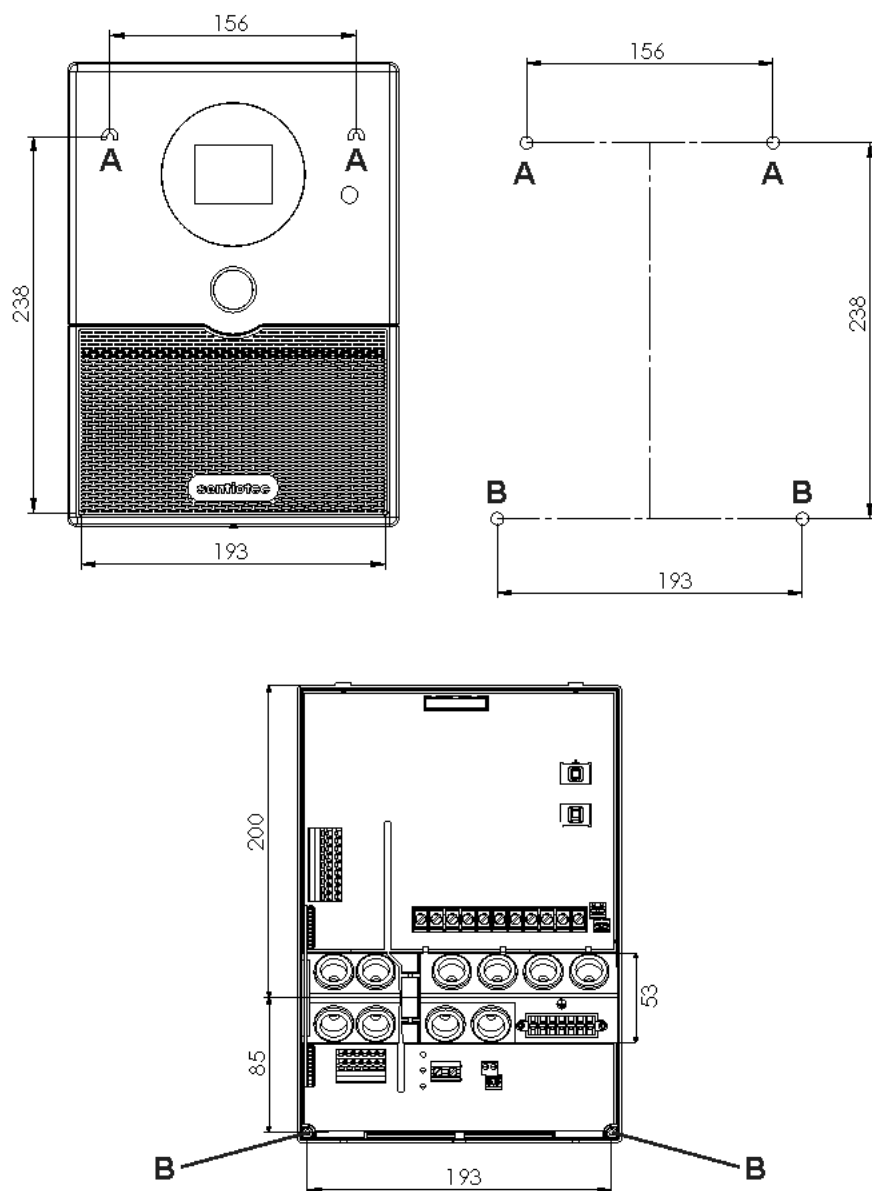

**Bild 1** Position på upphängningsanordningen och monteringshål
1. Skruva in två skruvar för spånplattor (3 x 25 mm) på ca 1,70 m höjd i bastuväggen tills 7 mm sticker ut. De båda skruvarna måste sitta 156 mm från varandra (se **Bild 1**).
4. Häng upp bastustyrenheten i upphängningsanordningen **A** på de inskruvade skruvarna (se **Bild 1**).
5. Skruva in två skruvar för spånplattor(3 x 25 mm) i de nedre fästöppningarna **B** (se **Bild 1**).